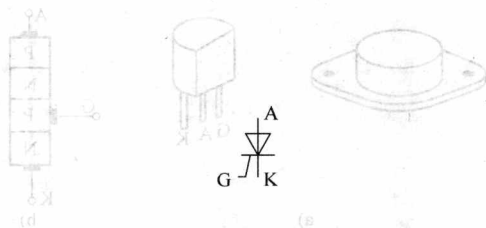

图 2-1 单向晶闸管电路图形符号
(1) 单向晶闸管: 单向晶闸管英文全称为 Unidirectional Thyristor, 但为方便起见, 仍常沿用 SCR (Semiconductor Controlled Rectifier) 作为其简称。它是由 PNP 四层半导体材料构成的三端半导体器件, 三个引出端分别为阳极 A、阴极 K 和门极 G, 其电路图形符号如图 2-1 所示。